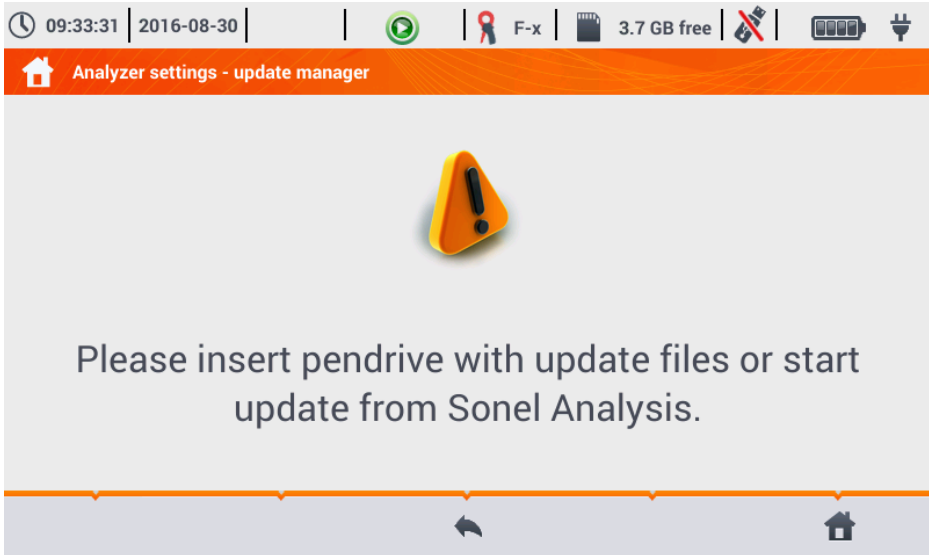

Abb. 19. Analysator Einstellungen - Update Manager.
- **UPGRADES** – Ansicht dargestellt in Abb. 19. In diesem Modus kann ein Speicher-Stick mit der neuen Firmware-Version verbunden werden. Wird diese Datei erkannt und der Updatevorgang vom Benutzer bestätigt, führt der Analysator automatisch das Update aus. Folgen Sie dazu den Anweisungen am Display. Die zweite Option, ein Upgrade durchzuführen, ist die Verwendung der *Sonel Analysis* Software.